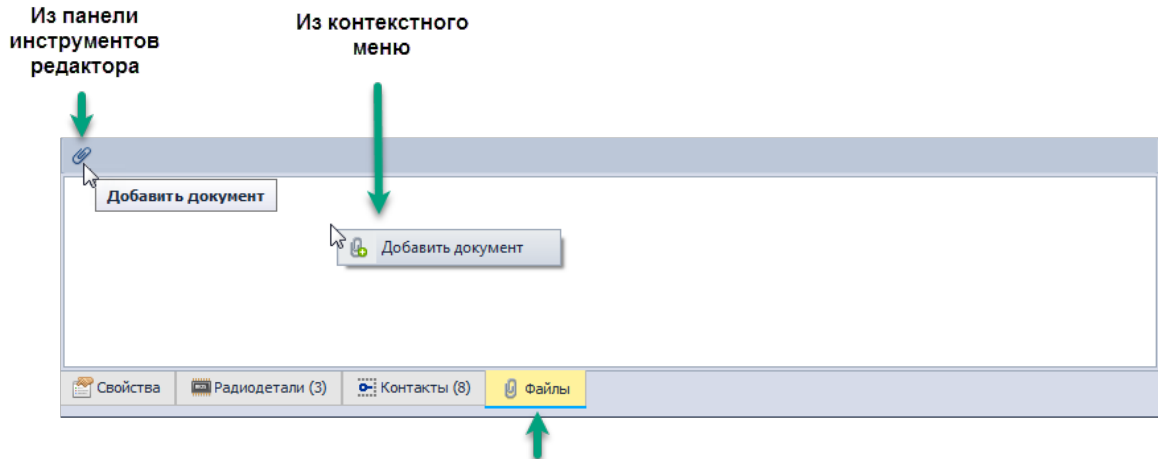

Рис. 325 Добавление файла данных
2. Нажмите кнопку  - «Добавить документ» или воспользуйтесь контекстным меню, см. Рис. 325.